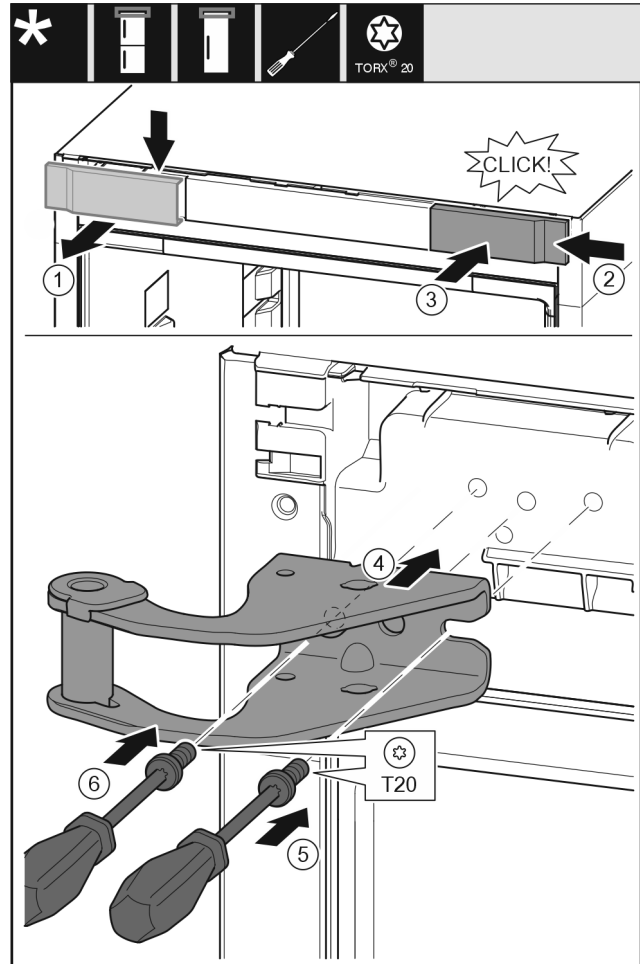

Fig. 9
- ▶ Abdeckung von oben nach vorne abnehmen. *Fig. 9 (1)*
- ▶ Abdeckung um 180° gedreht auf der anderen Seite von rechts einhängen. *Fig. 9 (2)*
- ▶ Abdeckung einrasten. *Fig. 9 (3)*
- ▶ Oberen Lagerbock ansetzen. *Fig. 9 (4)*
- ▶ Schraube mit Schraubendreher T20 ansetzen und festdrehen. *Fig. 9 (5)*
- ▶ Schraube mit Schraubendreher T20 einsetzen und festdrehen. *Fig. 9 (6)*